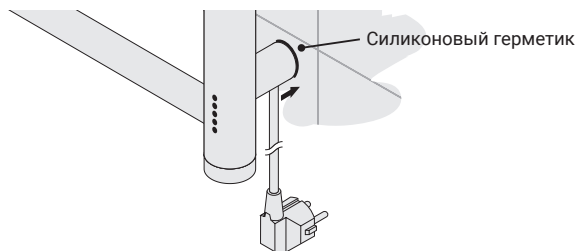

Рис.4
4.1.6. Для повышения степени защиты произвести герметизацию шва силиконовым герметиком по контуру примыкания модуля скрытого подключения и стены (рис. 4).